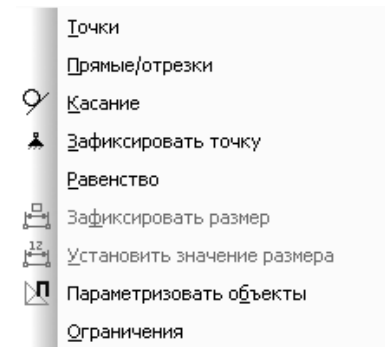

Рис. 2.22. Всплывающее меню пункта **Параметризация** выпадающего меню пункта **Инструменты** главного меню
- **Параметризация** вызывает всплывающее меню, показанное на рис. 2.22.